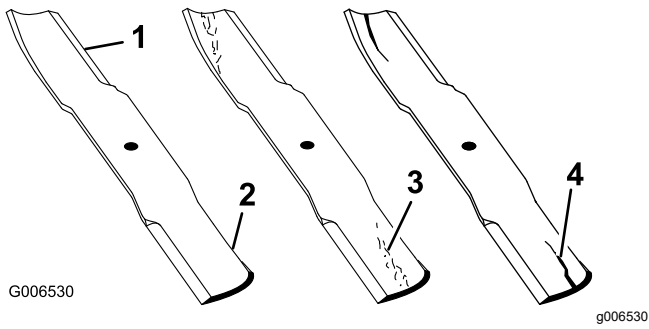

Figure 98
1. Examinez le tranchant des lames (Figure 98).
4. Remplacez immédiatement toute lame fendue, usée ou qui présente une entaille sur cette partie (Figure 98).